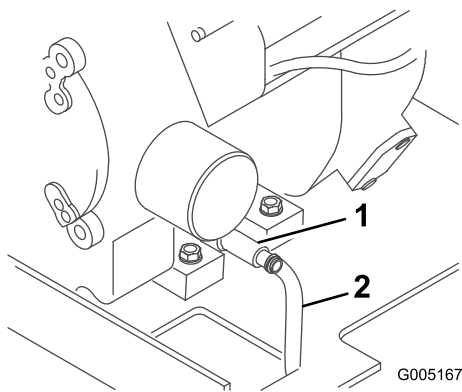

Рисунок 24
- Наденьте один конец шланга на сливной клапан, а другой на поддон (Рисунок 24).
5. Откройте сливной клапан, поворачивая его против часовой стрелки и одновременно вытаскивая (Рисунок 24).